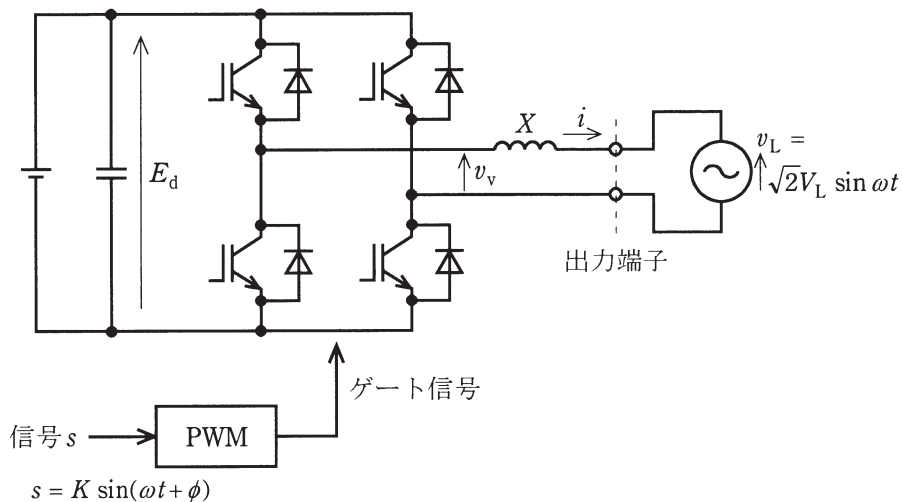

図 1
- (1) フェーザで表したインバータ出力電流 \dot{I} ，交流電源電圧 V_L (位相の基準としているので実数で表示) 及び X を用いて，インバータ出力電圧 \dot{V}_v を求める式を示せ。
(2) このインバータが図 1 に示す出力端子において 3 [kW] の有効電力を力率 1 で出力している。このとき、次の値を求めよ。
(3) このインバータを力率 1 以外でも運転するものとする。出力電流 \dot{I} を実数分 I_p と虚数分 I_Q とに分けて $\dot{I} = I_p + jI_Q$ と表す。 I_p , I_Q , V_L 及び X を用いて V_v [V] の値を求める式を示せ(絶対値の記号を付けただけでは不可。その値を求める式とする。)